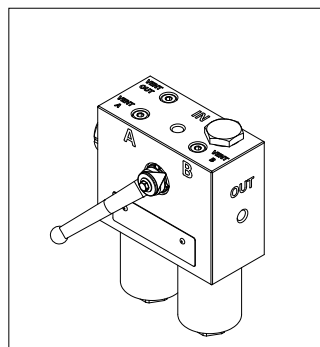

fig. 1
- (Fig. 1) Stabilire quale lato del filtro è in funzione (LATO ESAUSTO) riferendosi alle indicazioni riportate sul fronte della testata. La leva di commutazione è orientata sul lato del filtro che non è in funzione (LATO NUOVO)